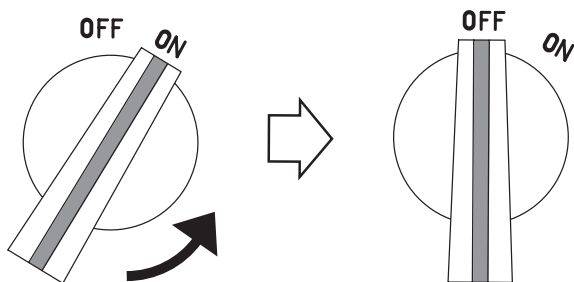

Рис. 19
2. Поверните выключатель двигателя в положение OFF и дождитесь остановки двигателя (рис. 19).